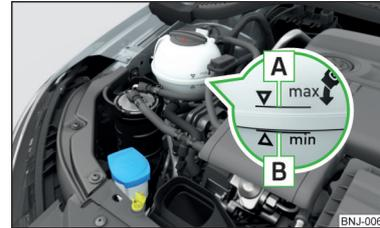

Fig. 169
La désignation du liquide de refroidissement est indiquée sur le vase d'expansion du liquide de refroidissement » fig. 169 à la page 161.
- Ne versez pas le liquide de refroidissement au-delà de la marque **A** » fig. 169 à la page 161.
Vase d'expansion du liquide de refroidissement » fig. 169
➤ Contrôlez le niveau du liquide de refroidissement dans le vase d'expansion du liquide de refroidissement » fig. 169.
Le résultat du contrôle peut être imprécis si le moteur est à température de service. Le niveau peut également se trouver au dessus du marquage **A** » fig. 169.